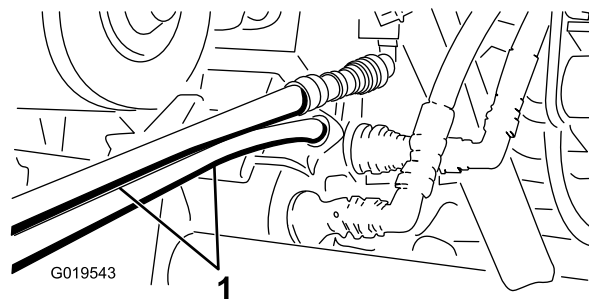

Figura 77
4. No outro veículo, ligue as duas mangueiras ao acoplador que ainda se encontra no suporte de acoplamento (ligue a mangueira superior ao acoplador superior e a mangueira inferior ao acoplador inferior (Figura 77). Tape as juntas desnecessárias.